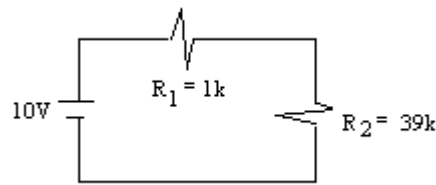

Figura 4. Esquema del circuito
2.1. Utilizando el canal 2 del osciloscopio, mida el voltaje de una batería, en tantas posiciones del control de sensibilidad vertical (7) tanto como con un voltímetro, es decir:
- Instale el circuito mostrado en la figura 4 y determine los voltajes y la corriente, tanto con el multímetro como con el osciloscopio.